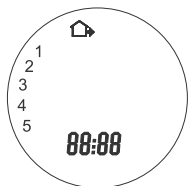

Рис. 10. Индикация перехода к следующему периоду времени
Для изменения температуры, необходимо, нажатиями на дисплее символов ▲ (2) или ▼ (2) (увеличение/уменьшение) установить нужное значение. Подтвердите выбор нажатием символа меню (8). При этом произойдет переход к установке времени начала для следующего периода и на дисплее отобразится индикация следующего временного периода (из дома до обеда, 2-й период) (рис. 10).